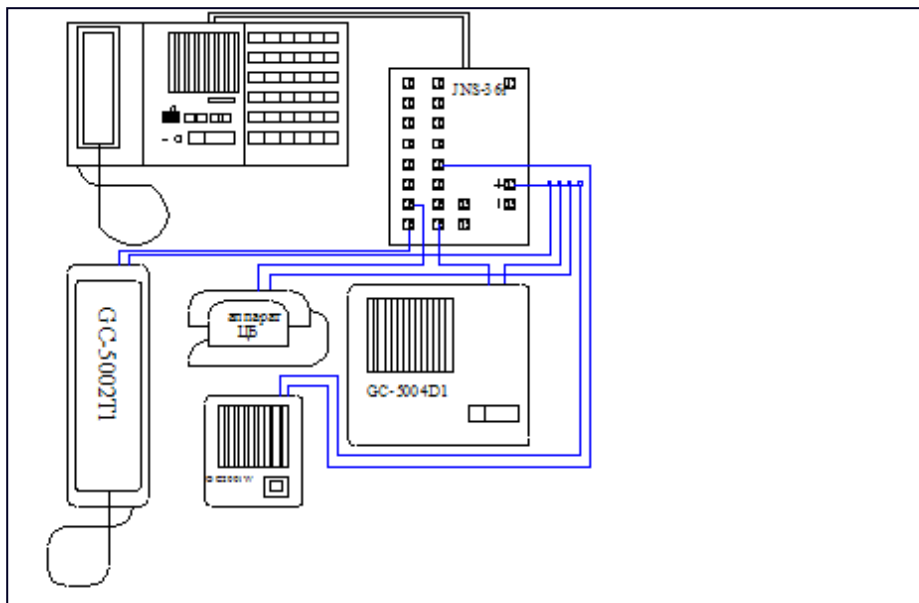

Рис.2 Общая схема подключения абонентских устройств к пульту.
- 3.3. Абонентские устройства подключаются по двухпроводной схеме (смотри рис.2).
Общий вид пульта и размещение органов управления показаны на рис. 1. На рис.2 приведена общая схема подключения абонентских устройств к пульту.